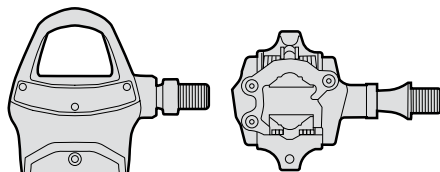

図18b
3. ピンディングペダル（図18b）は、足をペダルに固定することでペダリング効率を最大限に高めます。シューズの底にはクリートが取り付けられており、それがペダル側のスプリング機構付き固定装置にはまり込むことで接続されます。これらのペダルは、特定の動作によってのみ着脱できるため、その動作が本能的に行えるようになるまで練習する必要があります。正しいセットアップ、取り付け、および使用方法については、ペダル製造元の説明書を参照してください。